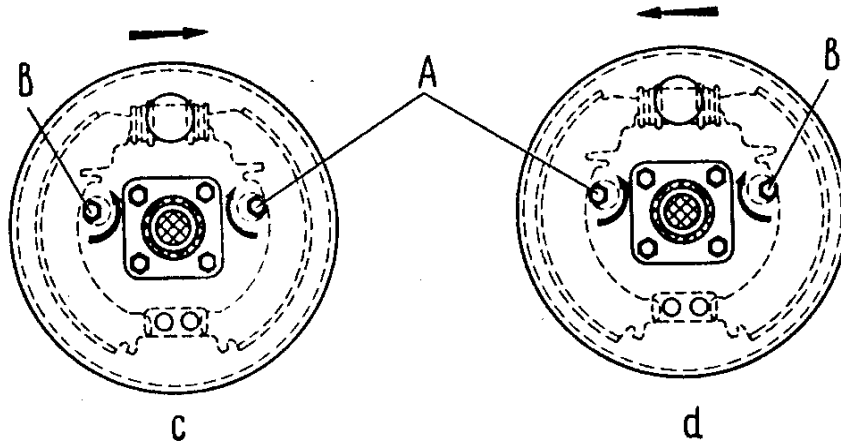

Fig. 6-5. Esquema de regulación de la holgura entre las zapatas y el tambor de freno:
- manteniendo las zapatas en esta posición, girar por las cabezas hexagonales las excéntricas A y B (Fig. 6-5) en la dirección indicada hasta que contacten con las zapatas;